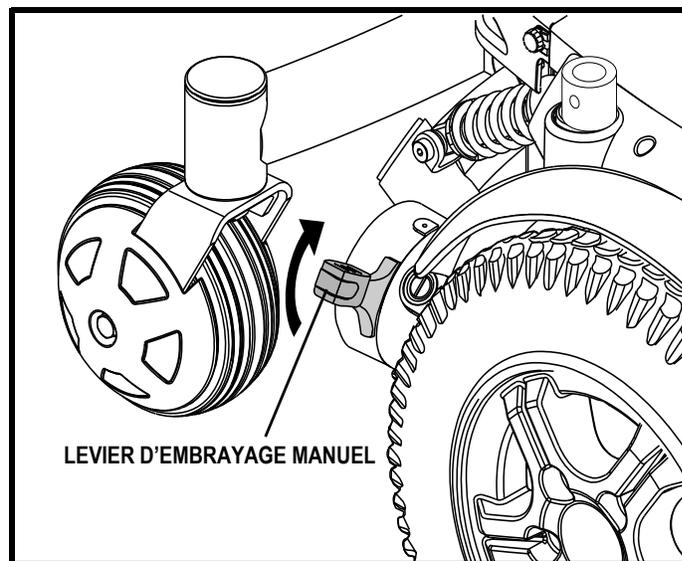

Figure 9. Mode de traction (embrayé)
2. Tirez sur les deux leviers pour embrayer les moteurs et passer en mode de fonctionnement. **Voir la figure 9.**